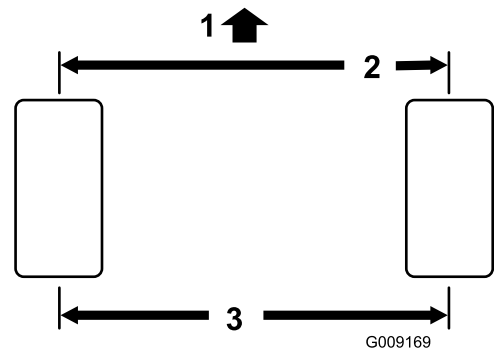

Bild 48
2. Messen Sie den Abstand vorne und hinten an den Lenkreifen Mitte-zu-Mitte (auf Achshöhe). Bild 48